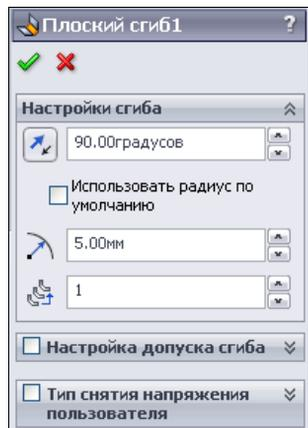

Рис. 4.12
9. Когда деталь из листового металла уже приобрела согнутое состояние, можно редактировать радиусы и направление (угол) сгиба. Для этого необходимо выбрать соответствующий плоский сгиб в Дереве Конструирования, щелкнуть правой кнопкой мыши по названию этого сгиба и выбрать команду  — **Редактировать определение**. В окне **Плоский сгиб** можно изменить радиус сгиба, его угол и направление при помощи кнопки  — **Реверс** (рис. 4.12).